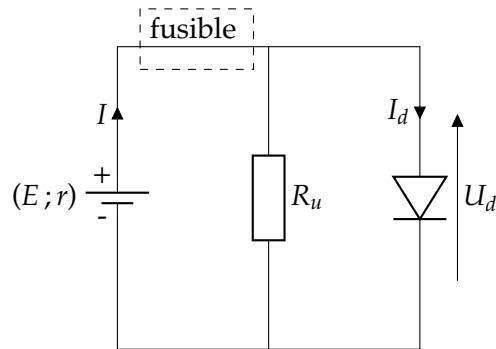

FIGURE 3
Sur la figure 3, les polarités de la pile ont été **inversées**.
9) En revenant au schéma de la figure 3, calculer l'intensité qui passe dans R_u et l'intensité qui passe dans la pile. Commenter.